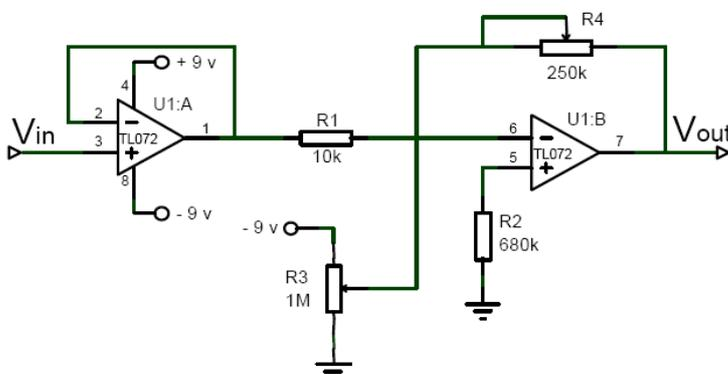

Figura 5: Amplificador somador inversor.
Para que a amplitude do sinal na saída do filtro Notch fique numa faixa entre 0 e 10 Volts, que é a faixa de tensão comum para as entradas das placas digitalizadoras A/D, o mesmo deve ser amplificado. Um amplificador simplificado para este tipo de sinal é o somador inversor apresentado na figura 5. Veja que neste circuito, um nível DC é somado (offset) para garantir um pequeno sinal positivo na saída do amplificador entre 0 e 10 Volts. Observe que na entrada do amplificador usa-se um buffer seguidor de tensão para garantir um casamento de impedância adequado do sinal.
- Monte o Amplificador da figura 5, use o Op TL072 (ou equivalente) e valores de R e C conforme indicados no circuito. Coloque na entrada V_{in} um sinal de saída do filtro alimentado com um sinal de 100 mV e com frequência de 60 Hz.